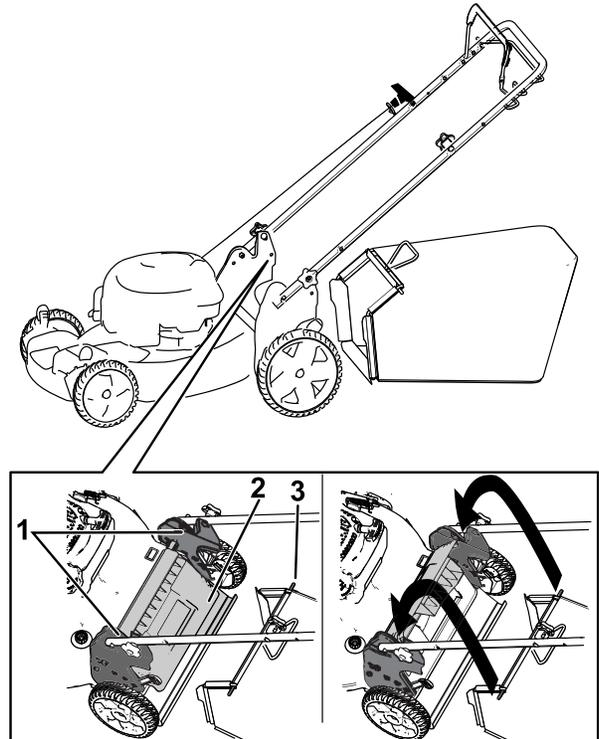

Figura 20
1. Levante y sujete el deflector trasero (Figura 20).
2. Instale la bolsa de recogida, asegurándose de que los pasadores de la bolsa descansan en las muescas del manillar (Figura 20).